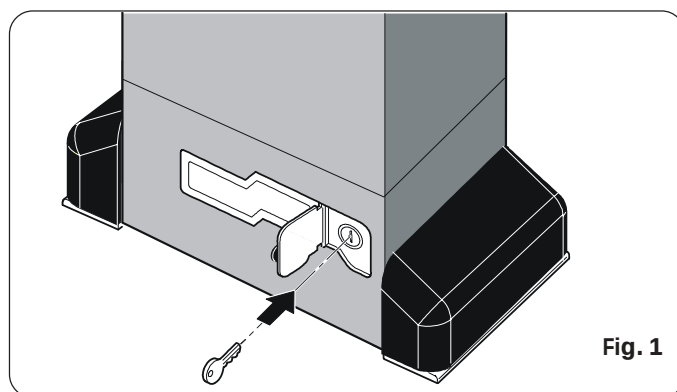

Fig. 1
- 1) Ouvrir le capot de protection et introduire la clé fournie dans la serrure (Fig. 1).